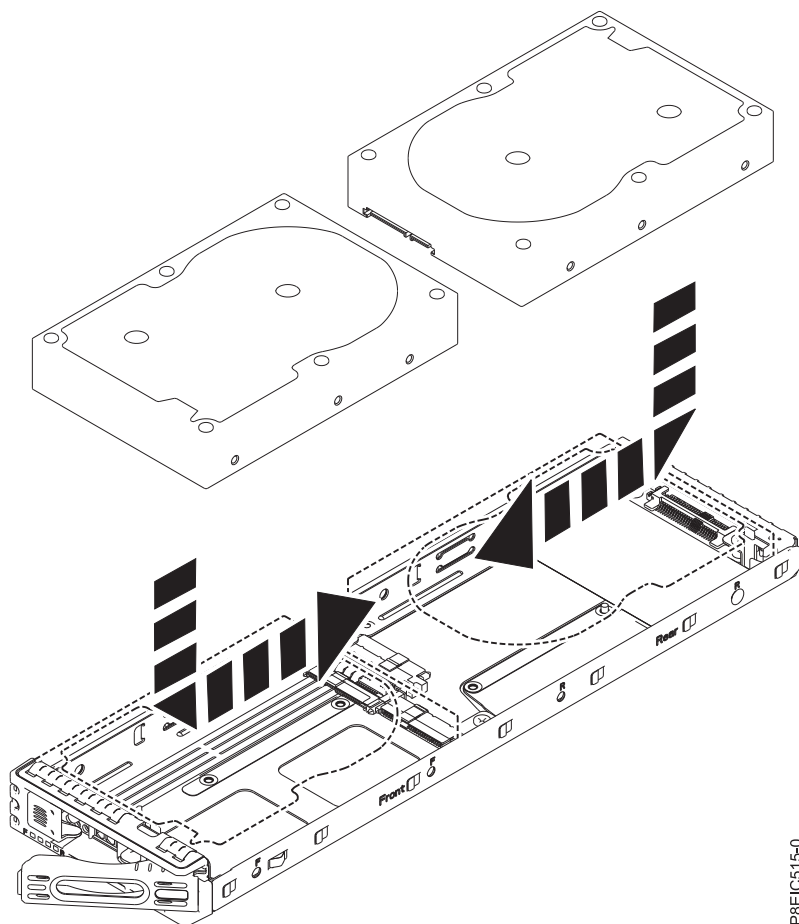

図 14. 3.5 型ドライブのトレイへの取り付け
- a. ドライブをトレイに置き、ドライブをスライドさせてソケットに挿入します (17 ページの図 14 を参照)。